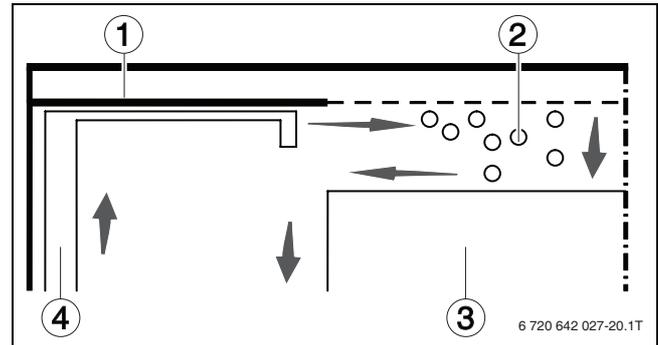

Fig. 25 Zona morta dietro la camera del bruciatore
- ▶ Ruotare verso sinistra il raschietto per la pulizia, in modo tale che la punta del raschietto si sollevi (→ fig. 25, [4]).